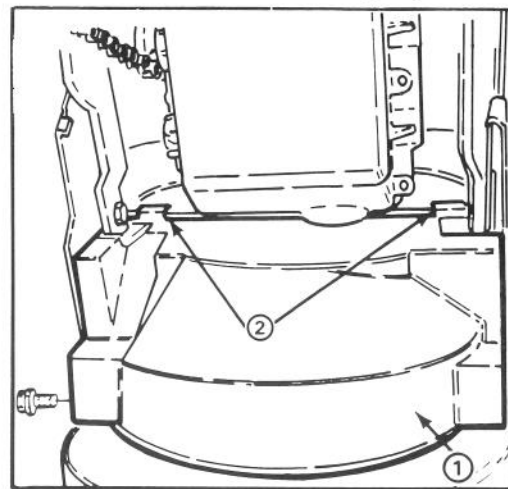

Figure 2
7. Montez le protège-courroie inférieure sur le dessous du carénage de la tarière et le châssis du moteur à l'aide de 2 boulons à tête à collerette de $\frac{1}{4}$ -20 x $\frac{1}{2}$ " de long (fig. 2). Vérifiez que les pattes de montage de protège-courroie sont bien positionnées vers l'arrière de la pièce du châssis du moteur.